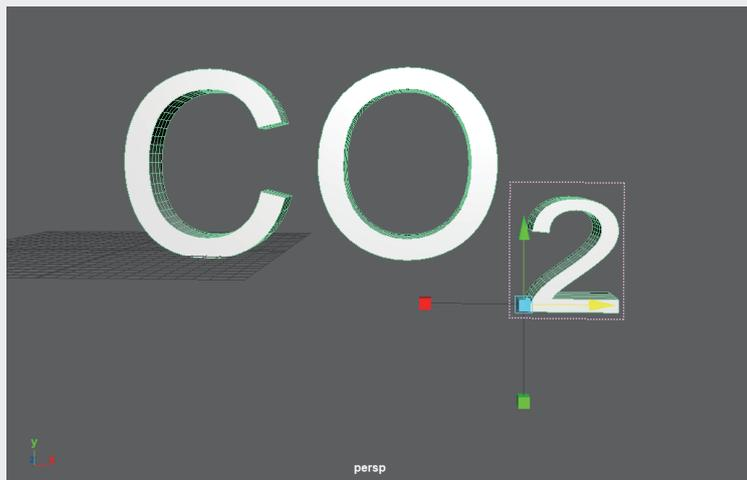

图3-41
**步骤4:** 单击“类型操纵器”按钮，单击文字2，在化学符号中2应该是下标，比另外两个字符小，用“类型操作器”调整文字2的大小，如图3-41所示。